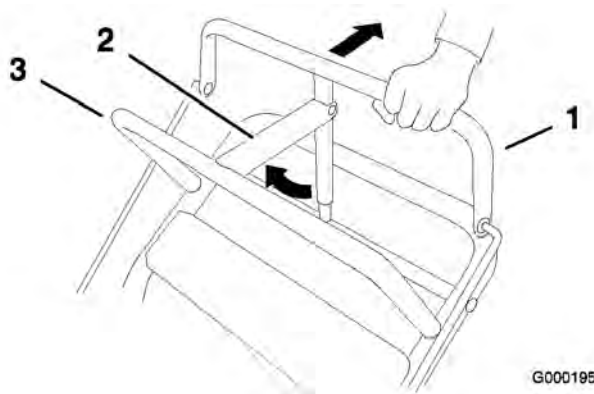

Figura 6
1. Tire de la barra de control superior (Figura 6) hacia atrás y manténgala en esta posición.
2. Levante la palanca del freno de estacionamiento (Figura 6) y suelte poco a poco la barra de control superior. La palanca de freno debe permanecer en posición puesto (bloqueado).